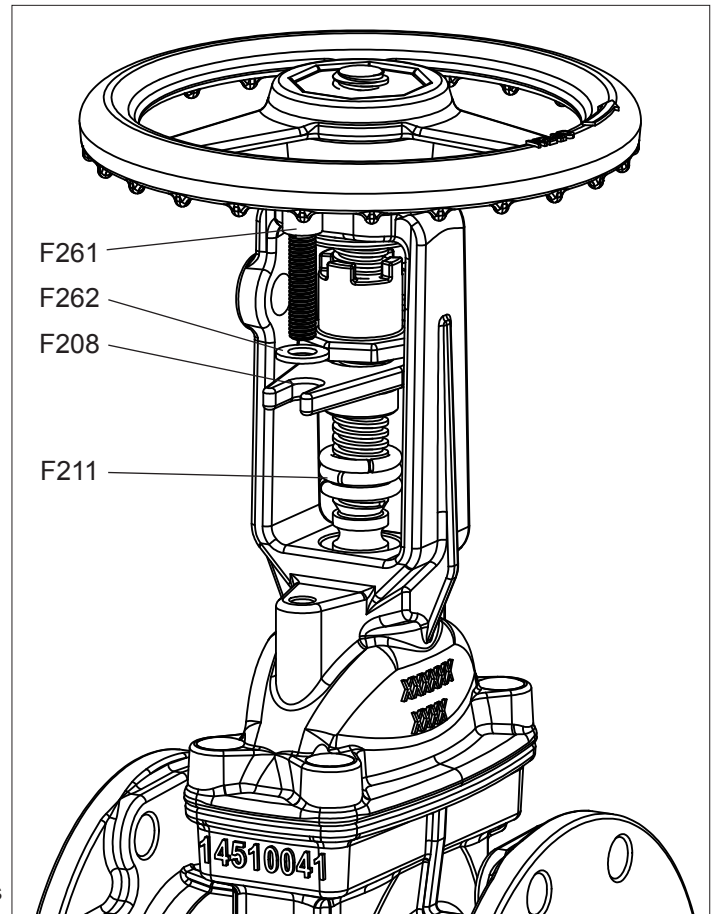

Fig. 7A
1. Quite los dos pernos superiores del seguidor del casquillo (F261) y arandelas asociadas (F262). Levante la brida de glándula (F208) exponga o-rings del sello del vástago (F211). (Ver Fig. 7A)